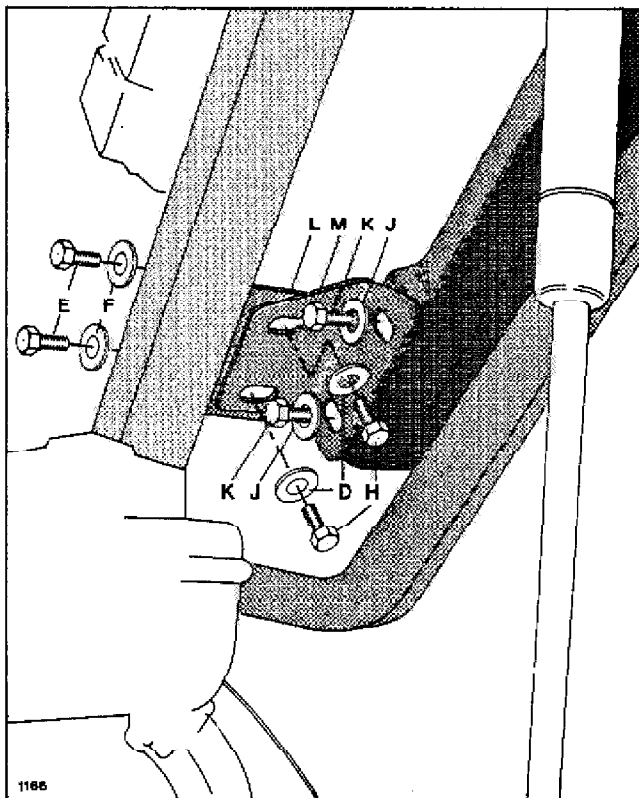

Abb. 2: Die vordere Ecke des Oberteils vom Fahrersitz gesehen.
7. Die Schrauben K vom vorderen Beschlag des Angelrahmens abschrauben (sehen Sie Abb. 2).
6. Den Beschlag L und M mit den Schrauben E und H und den Scheiben F und D einbauen (sehen Sie Abb. 2). Die Schrauben nicht anziehen. Die Beschläge müssen ganz los sein.
8. Den Beschlag M mit den Schrauben K und den Scheiben J in das Oberteil einbauen (sehen Sie Abb. 2). Die Schrauben nicht ganz anziehen.